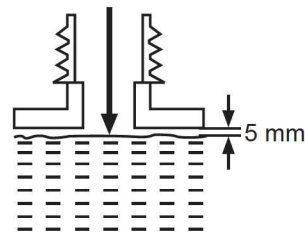

Fig. 14
- > Desaperte e retire o tampão do depósito de combustível (29).
- > Encha o depósito com a mistura adequada de combustível/óleo, usando um funil de combustível com um filtro para evitar a entrada de resíduos no depósito. Não encha demasiado. Deixe uma folga de, pelo menos, 5 mm entre o combustível e o topo do depósito de combustível para deixar espaço para a expansão (Fig. 14).